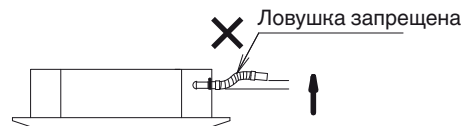

Рис. 3-10
- Не делайте ловушку посередине поставляемого дренажного шланга. Это приведет к возникновению аномального звука. (Рис. 3-10)